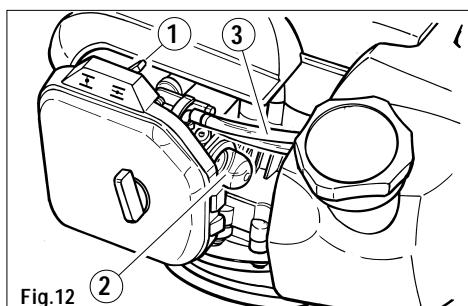

Fig.12
- 3) Desplazar la palanca del aire situada a la derecha de la tapa del filtro aire (fig.12 part.1) en la posición **|/|**.
- 4) Pulsar repetidamente hasta el fondo el bulbo primer (fig. 12 part. 2) hasta que el combustible regrese al depósito a través del segundo tubo transparente (fig.12 part. 3).
- 8) Desplazar hacia atrás la palanca del aire del carburador en la posición $| \# |$ (fig. 12 part. 1).